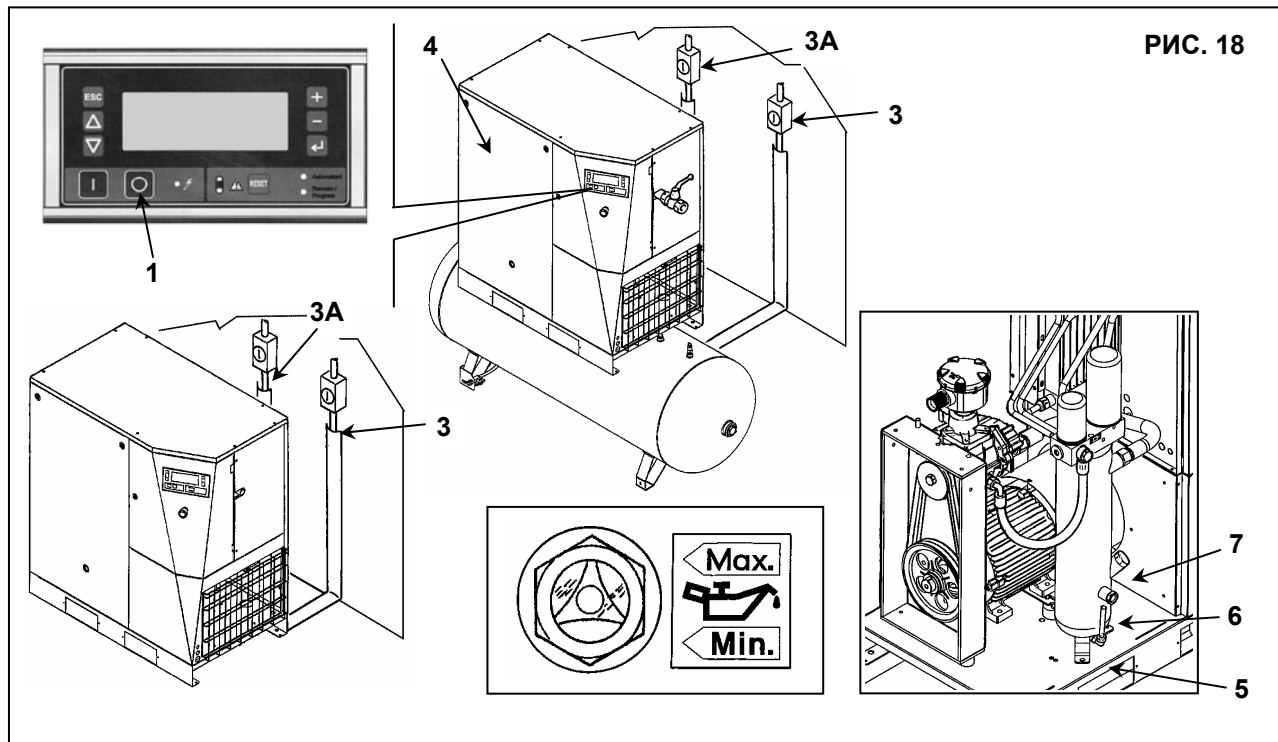

РИС. 18
- Выключите машину кнопкой (поз. 1, Рис. 18): при этом машина остановится через 45 секунд работы на холостом ходу.
- Включите автоматический дифференциальный переключатель питания, поз. 3 (на винтовом компрессоре) и поз. 3А (при наличии осушителя), Рис. 18.
- Снимите панели (поз. 4, Рис. 18) прилагаемым ключом.
- МЕДЛЕННО поверните краник (поз. 5, Рис. 18) и дайте конденсату стечь.
- Проверьте уровень масла по указателю (поз. 6, Рис. 18).
- Проверьте уровень масла по указателю (поз. 6, Рис. 18)
- Откройте переднюю панель (поз. 4, Рис. 18) специальным ключом.
- Медленно откройте масляную пробку (поз. 7, Рис. 18).
- Добавьте масло того же типа, которое залито в компрессор, до максимального уровня согласно поз. 6, Рис. 18.
- Выключите заглушку масляного бака (поз. 7, Рис. 18).
- Закройте панель (поз. 4, рис. 18).